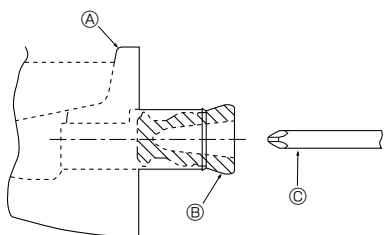

Fig. 5-1
- Para a tubagem da esquerda, introduza o bужão de borracha na porta de drenagem direita. (Fig. 5-1)